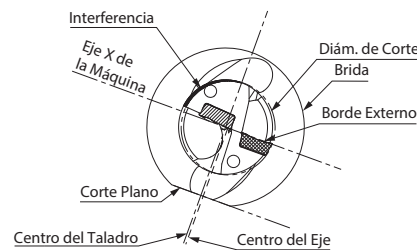

Fig.4 Compensación Excesiva (Para un Diámetro de Agujero Menor)
1. Alinee el taladro con la cara externa del inserto paralela al eje X de la torreta de herramientas. (Fig.4)
Asegúrese de que el diámetro del agujero no sea inferior al diámetro del taladro en 0,2 mm o más. De lo contrario, el portaherramientas interferirá con el agujero taladrado. (Fig.4)